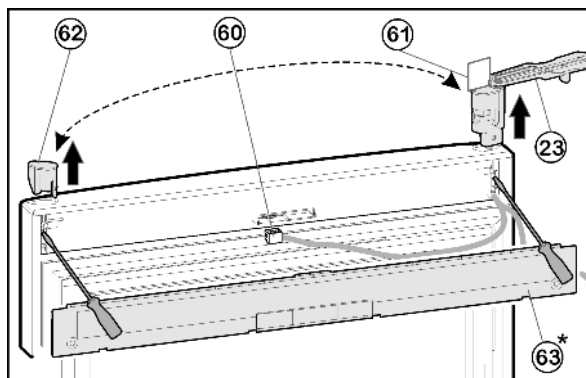

Fig. 11
- ▶ С помощью отвёртки выведете из зацепления крышку Fig. 11 (63) на дверце.
- ▶ Отсоедините разъем Fig. 11 (60).
- ▶ На верхней дверце поверните опорный кронштейн Fig. 11 (23) наружу параллельно краю дверцы.
► При помощи отвертки вытолкните опорный кронштейн Fig. 11 (23) снизу и снимите с двери вместе с кабелем.
► Извлеките пробку Fig. 11 (62) и вставьте на другой стороне.
► Проденьте кабель опорного кронштейна Fig. 11 (23) на противоположной стороне и установите опорный кронштейн.
► Снимите шаблон Fig. 11 (61) и закрепите на опорном кронштейне.
► Вставьте разъем Fig. 11 (60).
► Зафиксируйте крышку Fig. 11 (63) на дверце.